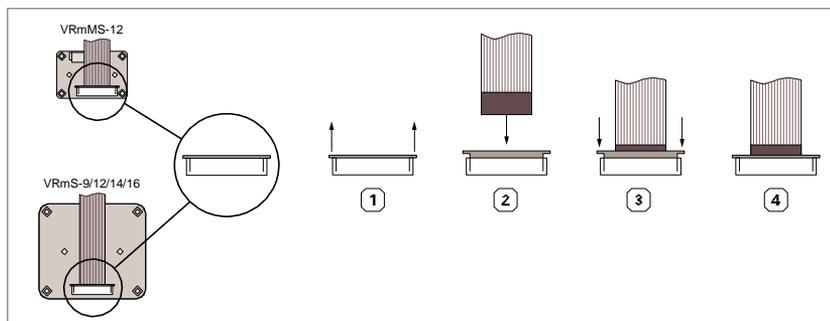

図10: センサーボードへのフレックスフォイルケーブルの接続
1. センサーボードのコネクタのロックを引き抜きます (→18ページの図10)。
2. 注文した付属品キットに応じて、ケーブルのもう一方の端をオープンエンドかトリガー、ストロボ、外部電源のためのレセプタクルに分割します(→18ページの図10)。必要な場合はトリガーとストロボを接続します。